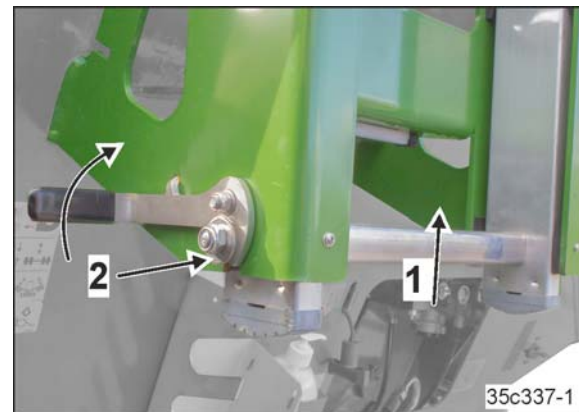

Fig. 262
1. Die Leiter nach oben schieben (Fig. 262/1).
2. Darauf achten, dass die federbelastete Sicherung einrastet (Fig. 262/2).